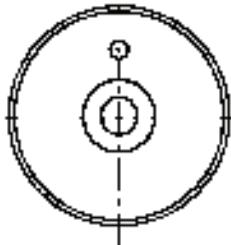

图 4-14 挡圈
绘制图 4-14 所示的挡圈。
5) 绘制小孔。单击“绘图”工具栏中的“圆”按钮 $\text{圆}$ ，以偏上位置的中心线交点为圆心绘制小孔，最终结果如图 4-14 所示。